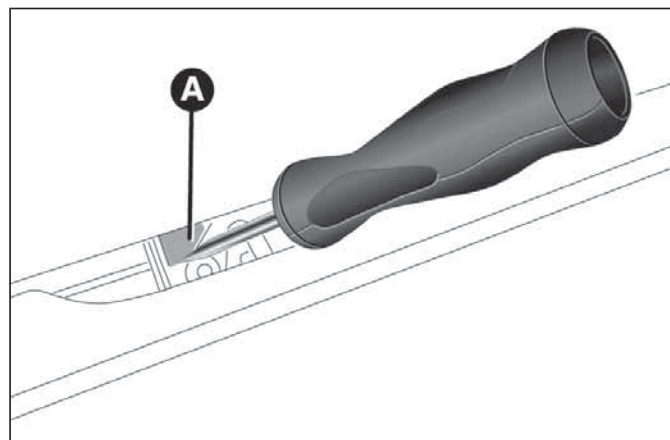

fig. 80
- ☐ con el destornillador retirar la lengüeta de color amarillo A fig. 80;